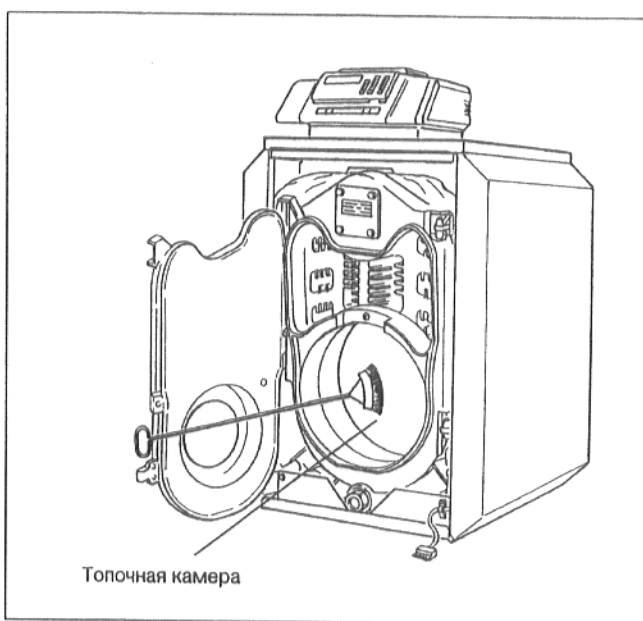

рис. 45
- С помощью щетки (2) (углообразная рукоятка) очистить топочную камеру (рис. 45).